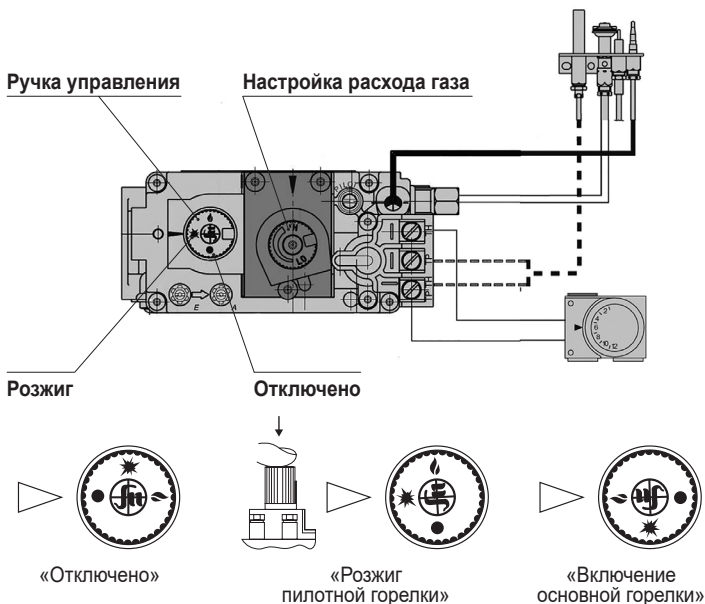

Рисунок 10
- Установить ручку газового блока в положение «Отключено» (см. рис. 10)
ВНИМАНИЕ! для повторного розжига котла НЕОБХОДИМО УСТАНОВИТЬ РУЧКУ в положение «ОТКЛЮЧЕНО» (см. рис. 10), А ТОЛЬКО ЗАТЕМ ПОВЕРНУТЬ РУЧКУ ГАЗОВОГО БЛОКА в положение «РОЗЖИГ».
Регулировка осуществляется вращением винта настройки расхода газа (рис. 10). Допускаемый диапазон выходного давления составляет 700...950 Па для природного газа.